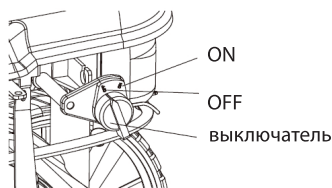

рис.10
4.4 Остановка двигателя: -поверните выключатель двигателя в положение OFF.; -нажмите на курок пистолета-распылителя, чтобы сбросить давление в шланге (рис.10)